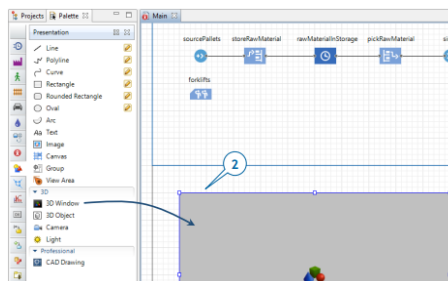

Рисунок 12.1 – Основна діаграма
2. Перетягніть елемент *3D Window* на головну діаграму, а потім розмістіть його під блок-схемою процесу (рис. 12.1).